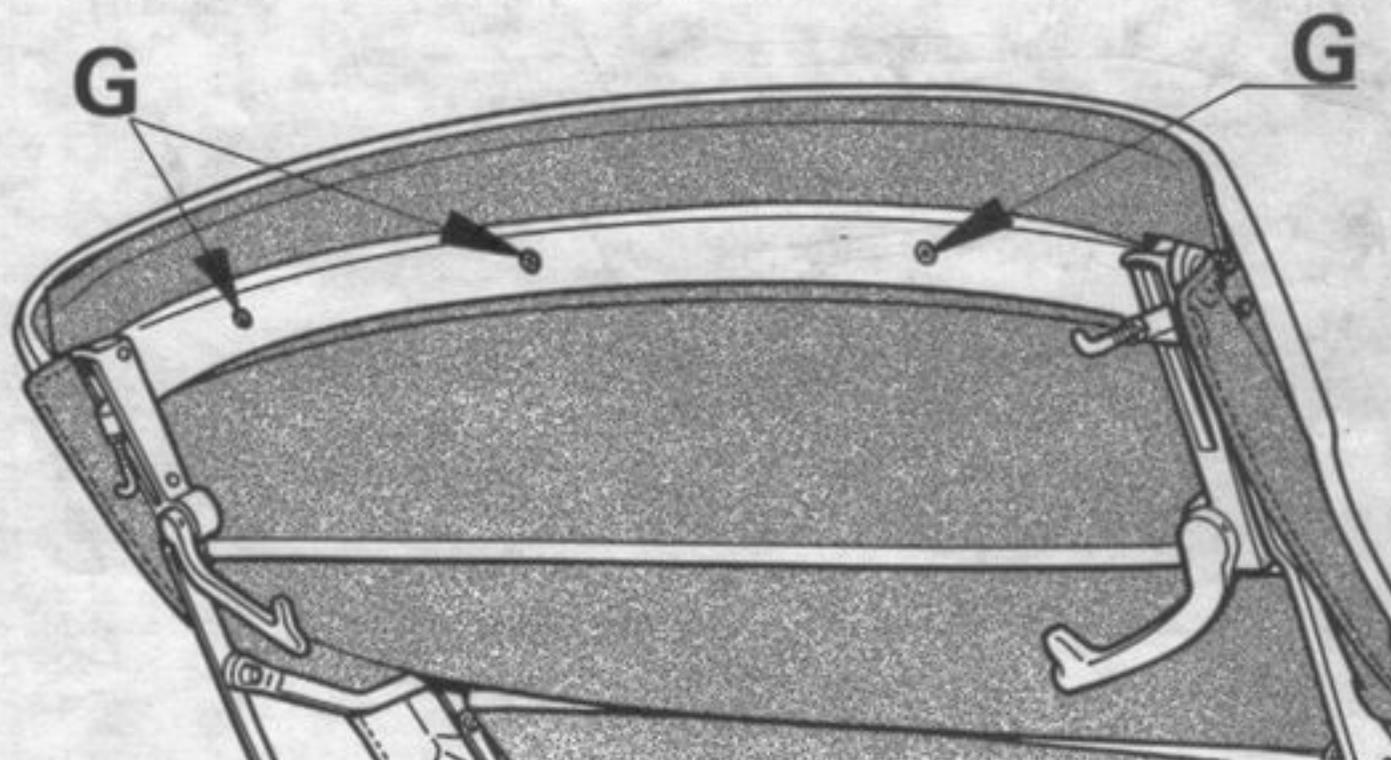

Figure 21 A 4913
- Déposer l'enjoliveur de traverse AV d'armature, (G, figure 21)